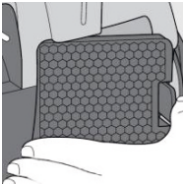

Рис. 47
1. Щоб відкрити грати фільтра, стисніть язичок, потягніть решітку на себе і зніміть її з пиłosоса (рис. 47, 48).